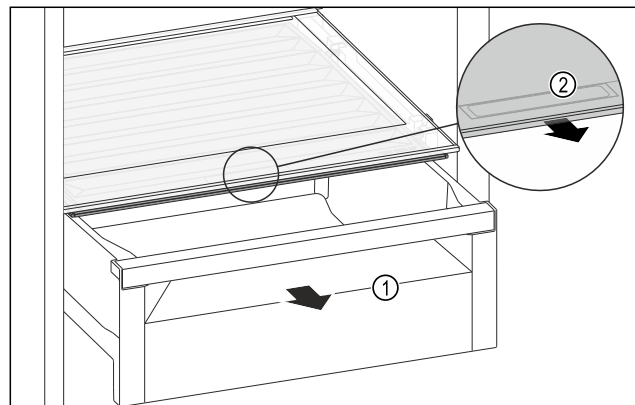

Fig. 130
- Retirer le tiroir Fig. 130 (1).
- Saisir la poignée encastrée Fig. 130 (2) du couvercle du compartiment et tirer le couvercle du compartiment par l'avant.